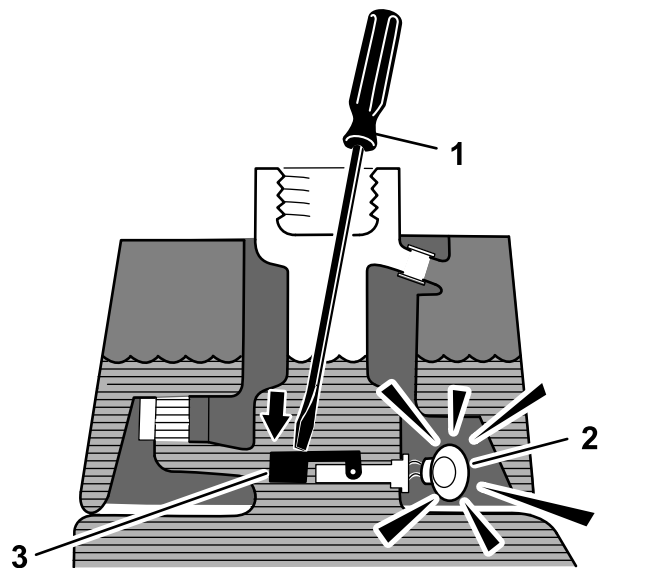

図 43
3. 汚れのついていない鉄の棒やねじ回しなどをタンクの首から差し込んで、フロートスイッチ 図 43 を押し下げる1 秒後にアラームがなれば正常。